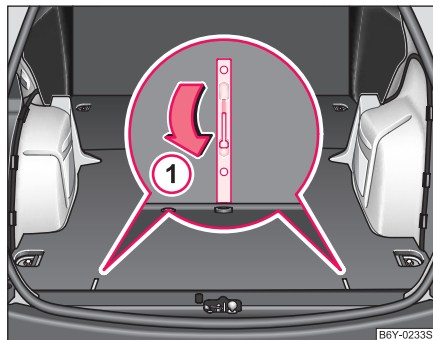

Fig. 172 Siguranța podelei spațiului de depozitare
- Se începe prin a desprinde podeaua prin rabatarea mânerului în poziția ① ⇒ Fig. 172.